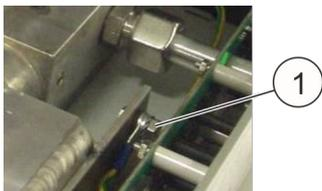

Abb. 51: Erdungsschraube
7. Erdungsschraube (Abb. 51/1) vom Tank entfernen.